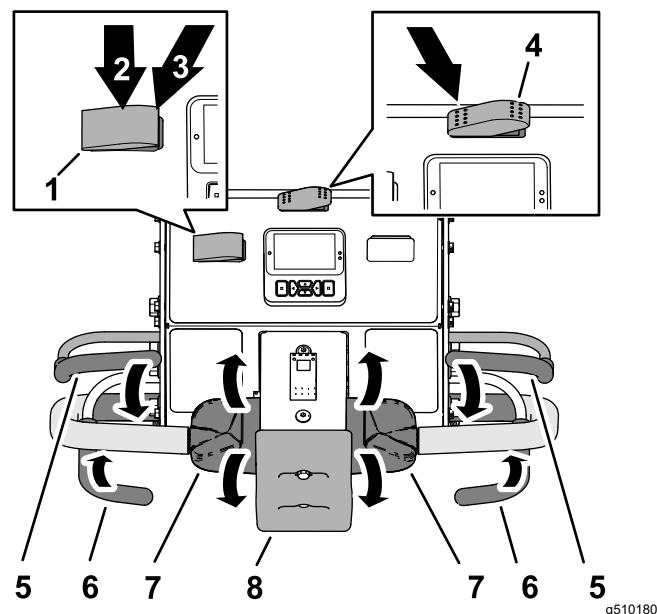

Bild 75
- Drücken Sie den Transport-/Aerifizierungsschalter in die AERIFIZIEREN-Stellung (Bild 75).